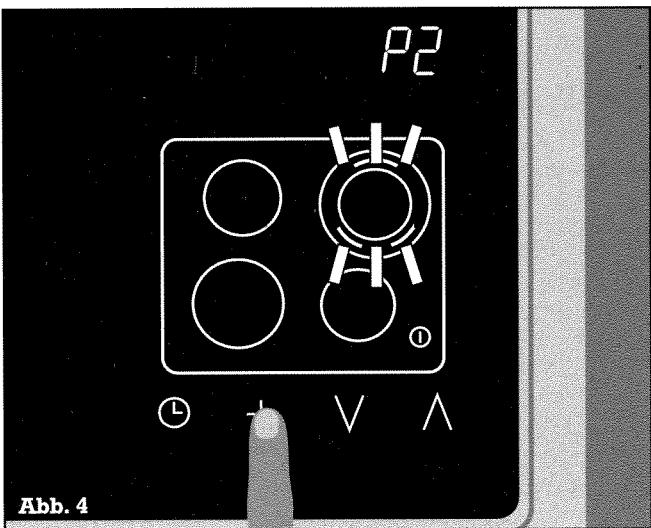

Abb. 4
- ... berühren Sie das Symbol **+**. Im Timer-Anzeigefeld leuchtet **P2**. Im Anzeigefeld der Kochzone 3 (hinten rechts) blinkt das Symbol für die Zuschaltung **O** (Abb. 4).